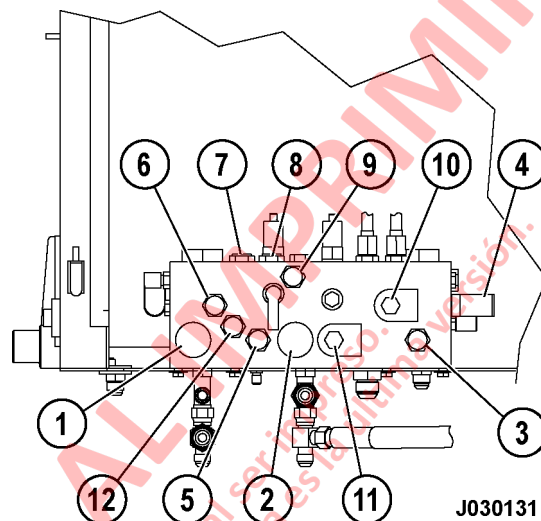

FIGURA 3-12. MÚLTIPLE DE FRENOS
2. Ponga la palanca de control de dirección en ESTACIONAMIENTO y active el interruptor Rest (descanso). Gire el interruptor de arranque a OFF para apagar el motor y espere 90 segundos para que los acumuladores del sistema de dirección se purguen. Abra las válvulas de purga (1) y (2, Figura 3-12) para purgar los acumuladores de freno.
NOTA: La válvula de retención (3, Figura 3-12) y la válvula reductora (4) tienen un disco de orificio ubicado bajo ellas. Ambos orificios son de distinto tamaño. Por lo tanto, es muy importante hacer coincidir correctamente cada orificio con su ubicación adecuada de montaje.
3. Antes de instalar la válvula de retención (3, Figura 3-12) o la válvula reductora (4), consulte la Figura 3-13 para un montaje correcto del disco de orificio. Los discos de orificio deben instalarse en la dirección que se muestra para una operación adecuada.
1. Gire las válvulas de purga (1) y (2, Figura 3-12) del acumulador hacia la izquierda para abrirlas. La válvula izquierda (1) purgará el circuito de freno trasero y la válvula derecha (2) purgará el acumulador del circuito de freno delantero.